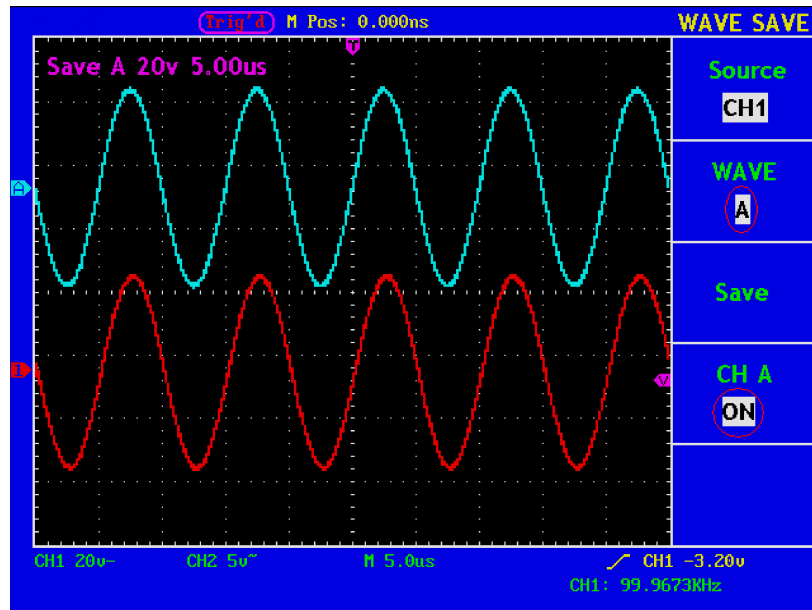

Abb. 60 Speicherung der Wellen
- Drücken Sie die Menüauswahl Taste **F4** und wählen Sie **ON** bei CHA. Die gespeicherte Wellenform A wird auf dem Bildschirm angezeigt. Spannungspegel und Zeitbasispegel erscheinen gleichzeitig in der oberen linken Ecke des Bildschirms (siehe Abb. 60).